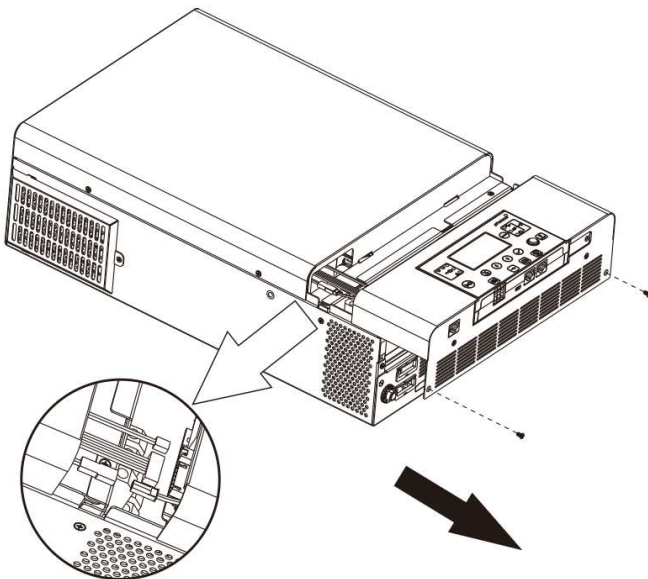

**Abb. 3: Installation von Kabelverschraubungen und Batterieverdrahtungs-Erweiterungsbox**
1. Frontplatte Entfernen, indem Sie 4 die Schrauben entfernen (**Abb. 3**, links).
2. Montieren Sie die Batterieverdrahtungs-Erweiterungsbox und befestigen Sie sie mit Schrauben an der Stelle der Frontplatte (**Abb. 3**, rechts).
3. Installieren Sie die 5 mitgelieferten Kabelverschraubungen (**Abb. 3**, rechts).